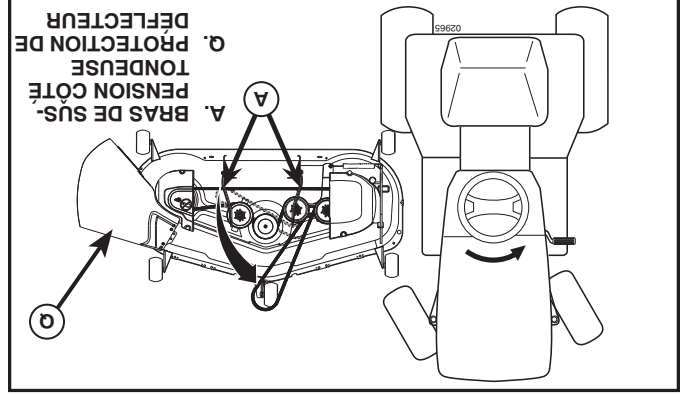

Fig. 25
4. GLISSER LA TONDEUSE SOUS LE TRACTEUR (Voir la Fig. 25)
- REMARQUE:** Les bras de suspension côté tondeuse (A) doivent pointer vers l'avant de glisser la tondeuse sous le tracteur.